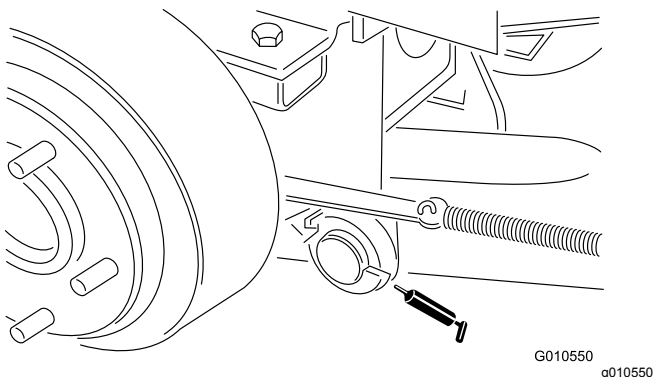

Figure 16
- Roulements de roues pivotantes avant et arrière (Figure 16)
- Axes de pivot des bras de levage gauche et droit (Figure 16)